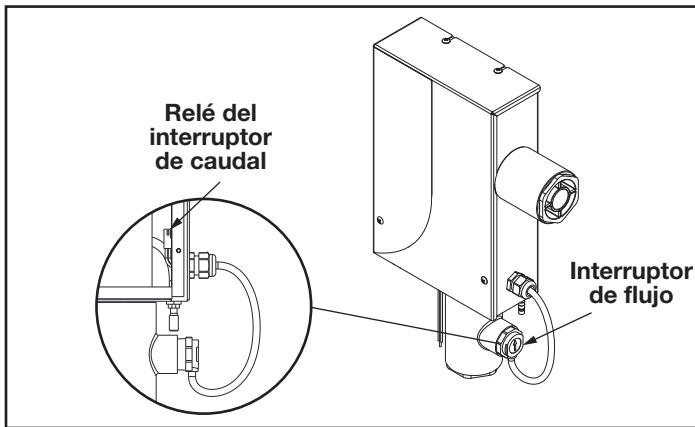

Figura 10. Ubicación y conexión eléctrica del interruptor de caudal del sistema AOP Jandy fuera de la tubería
4. Desenchufe el conector del interruptor de caudal del relé del interruptor de caudal que se encuentra en la parte inferior de la pared derecha. Consulte la Figura 10.